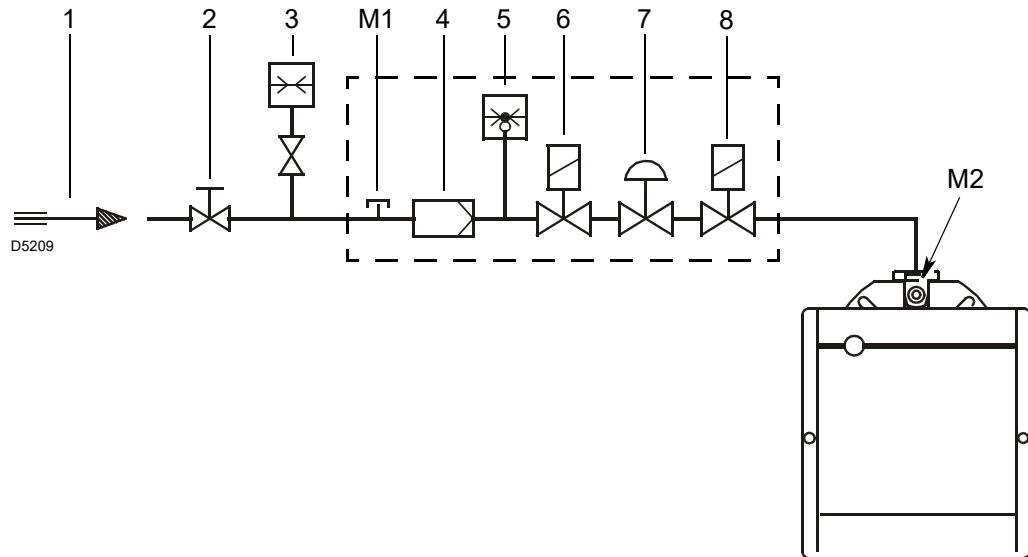

Fig. 14
Légende (Fig. 14)
En revanche, pour connaître la pression de gaz nécessaire à la prise M2) (Fig. 14), après avoir défini la puissance de modulation maximale à laquelle on souhaite faire fonctionner le brûleur :
- Lire sur la droite, colonne 1, la pression à la prise M2) (Fig. 14).
Pression nécessaire à la prise M2) (Fig. 14).
Pression du gaz mesurée à la prise M2) (Fig. 14), avec :
- Soustraire la pression figurant dans la chambre de combustion à la pression du gaz sur la prise M2) (Fig. 14).
Pression de gaz à la prise M2) (Fig. 14) = 12,2 mbar